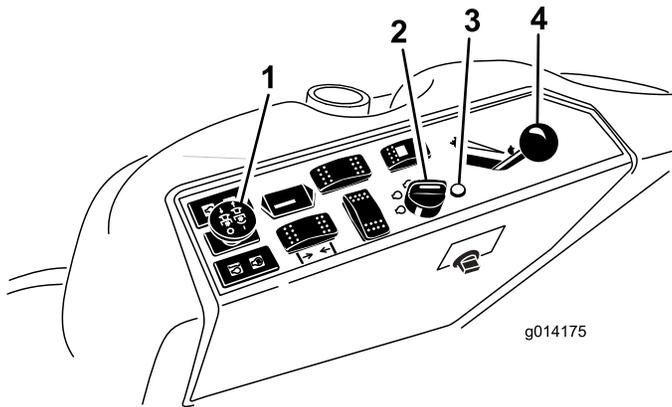

Figure 20
4. Placez la commande de prise de force (PDF) en position DÉSENGAGÉE (Figure 20).
5. Réglez la commande d'accélérateur à mi-course entre les positions HAUT RÉGIME et BAS RÉGIME (Figure 20).